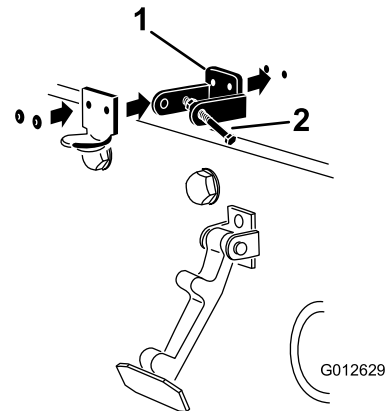

Figura 18
3. Ao alinhar os furos de montagem, posicione o suporte do trinco CE e o suporte do trinco do capot no capot. O suporte do trinco tem de estar contra o capot (Figura 18). Não retire o parafuso e porca do braço do suporte do trinco.
5. Aplique rebites nos suportes e nas anilhas ao capot (Figura 18).